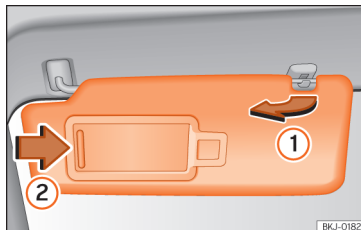

Abb. 79 Sonnenblende.
- Die Sonnenblende kann aus der Befestigung entnommen und zur Tür gedreht werden »» (Abb. 79) ①.